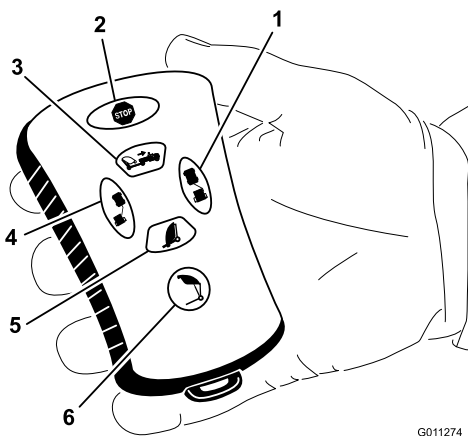

図 16
- ・ ダンプ・ボタンを押す (図 16)。
- ・ 次に、左オフセット・ボタンを押す (図 16)。
- ・ 次に、右オフセット・ボタンを押す (図 16)。
- ・ 次にダンプ・ボタンを押したまま保持する (図 16)。
ホッパーを下降させるには、スイーパ下降ボタンを押す (図 16)。ホッパーは、以下の位置にあるときに下降させることができます：
スイーパを左にオフセットするには、左オフセット・ボタンを押して保持します (図 16)。
ホッパーを上昇させるには、スイーパ上昇ボタンを押して保持し希望の高さになったらボタンから手を離します； 停止位置が事前設定されているとその位置で停止します (図 16)。
スイーパを右にオフセットするには、右オフセット・ボタンを押して保持します (図 16)。ボタンから手を離すとオフセット動作が停止します。